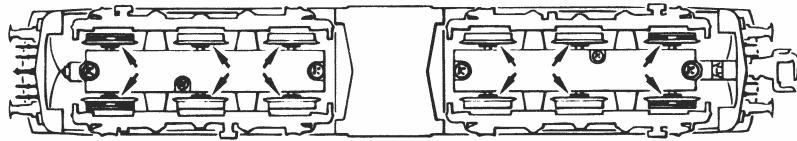

Fig. 8
**5. Haftreifenwechsel:** Zuerst die Drehgestellblenden abnehmen. Danach den **Haftreifen** mit einer Nadel oder einem feinen Schraubendreher abziehen (Fig. 8). Beim Aufziehen des neuen Haftreifens bitte darauf achten, dass dieser sich **nicht verdreht**.
**4. Cambio de las gomas de tracción:** levantar la tapa de engranajes (fig. 8) tomar el conjunto de ruedas y cambiar las ruedas de tracción usando un alfiler o un destornillador fino (fig 8).
**5. Change of traction tyre:** Remove bogie blind, and then remove **traction tyre** using a pin or a fine screwdriver (fig. 8). When pressing on the new traction tyre please **avoid twisting it**.